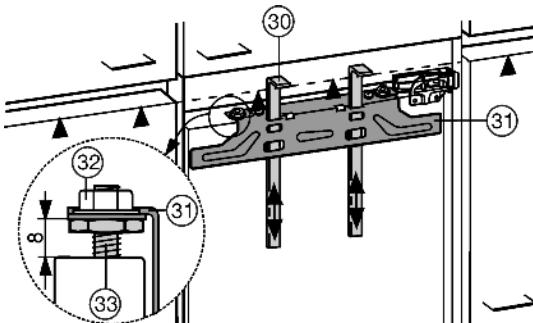

Fig. 20
Для обеих дверец потребуются монтажные приспособления Fig. 20 (30). Поэтому монтируйте мебельные дверцы по очереди.
- Монтажные приспособления Fig. 20 (30) сдвиньте вверх на высоту мебельной дверцы. Нижняя упорная кромка ▲ монтажного приспособления = верхней кромке подлежащей установке мебельной дверцы.